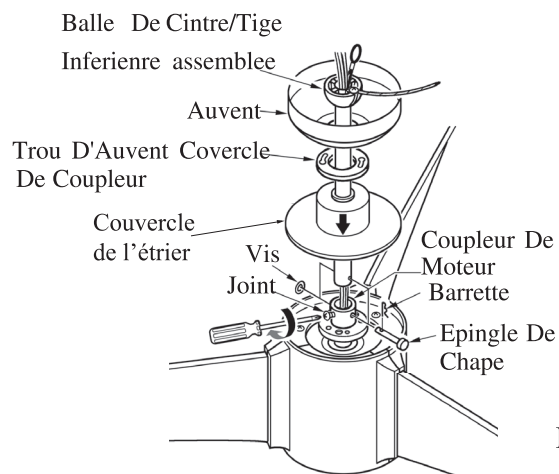

FIG.5
2. Insérez la tige inférieure à travers l'ouverture centrale du pavillon, le couvercle du trou du pavillon, le couvercle de l'étrier et acheminez les fils du moteur à travers l'ensemble boule de suspension/tige inférieure Alignez les trous d'épingle de chape dans la tige inférieure avec les trous dans le moteur de couplage. Les épingle de chape doivent traverser les trous demoteur de couplage et la tige inférieure. Placer le joint sur l'épingle de chape et installer la barrette en assurant de pousser droit le pied de barrette à travers le trou proche de la balle de cintre pour vérifier que l'épingle de chape est correctement installée (Voir fig.5)